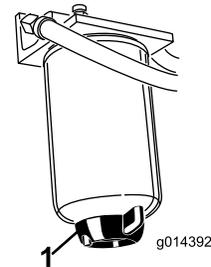

図 47
水セパレータ（図 47）の水抜きは毎日おこなって異物を除去してください。400運転時間ごとにフィルタのキャニスタを交換してください。
2. フィルタ容器（図 47）下部のドレン・プラグをゆるめて水や異物を流し出す。